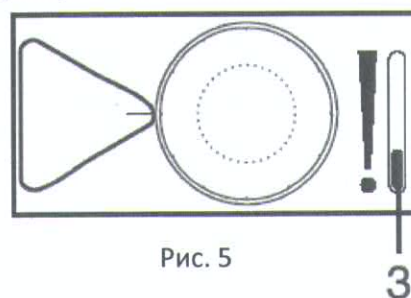

Рис. 5
- В – регулирующий кран с ползунковым регулятором BY-PASS (см. стр. 7, рис. 5)
На регулирующем клапане **В** установите ползунок **3** (рис. 5) в исходное положение, как показано на рисунке. Встроенный термостат в этом случае автоматически поддерживает в помещении температуру, заданную на регуляторе **1**. Значения на регуляторе означают диапазоны настроек регулятора. Спустя недолгое время Вы определите, какое значение соответствует желаемой температуре. Это зависит от местоположения жилья, размера комнаты, материала здания и тепловых потерь. Поэтому производитель указывает лишь ориентировочные значения для настройки регулятора. Желаемой температуре в пределах 20-22 °С примерно соответствуют значения 3-4 на регуляторе. Большее значение соответствует большей температуре, меньшее – меньшей температуре.
Чтобы снова включить регулирование термостатом, необходимо ползунок **3** вернуть в исходное положение, указанное на рис. 5.